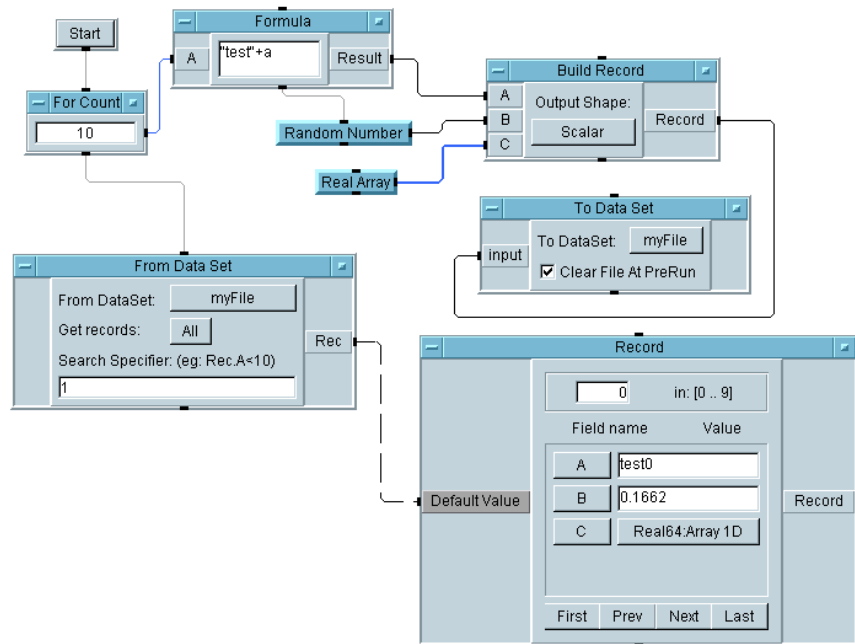

図 5-15. DataSet を使って Record を保管および読取る方法
12. プログラムを実行し、dataset1.vee としてセーブします。プログラムは図 5-15 のように表示されます。